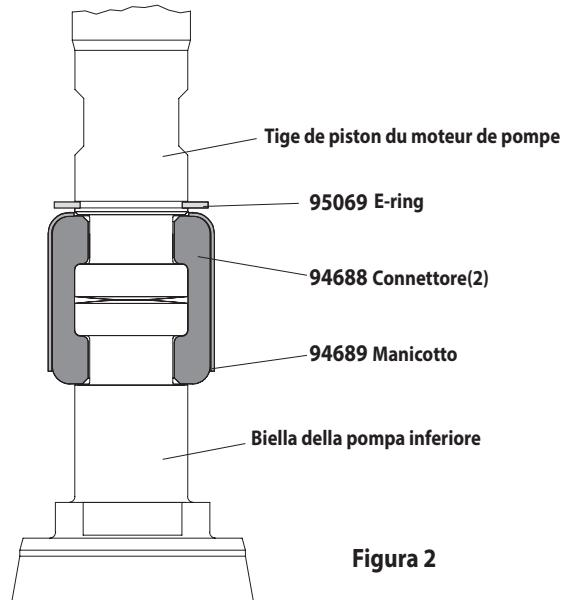

Figura 2
- Con una pinza e-ring, scorrere l'(95069) E-ring fino abbastanza lontano per permettere il manicotto di spostare verso l'alto e rilasciare i due connettori (vedi figura 2). Accantonare il motore ad aria.